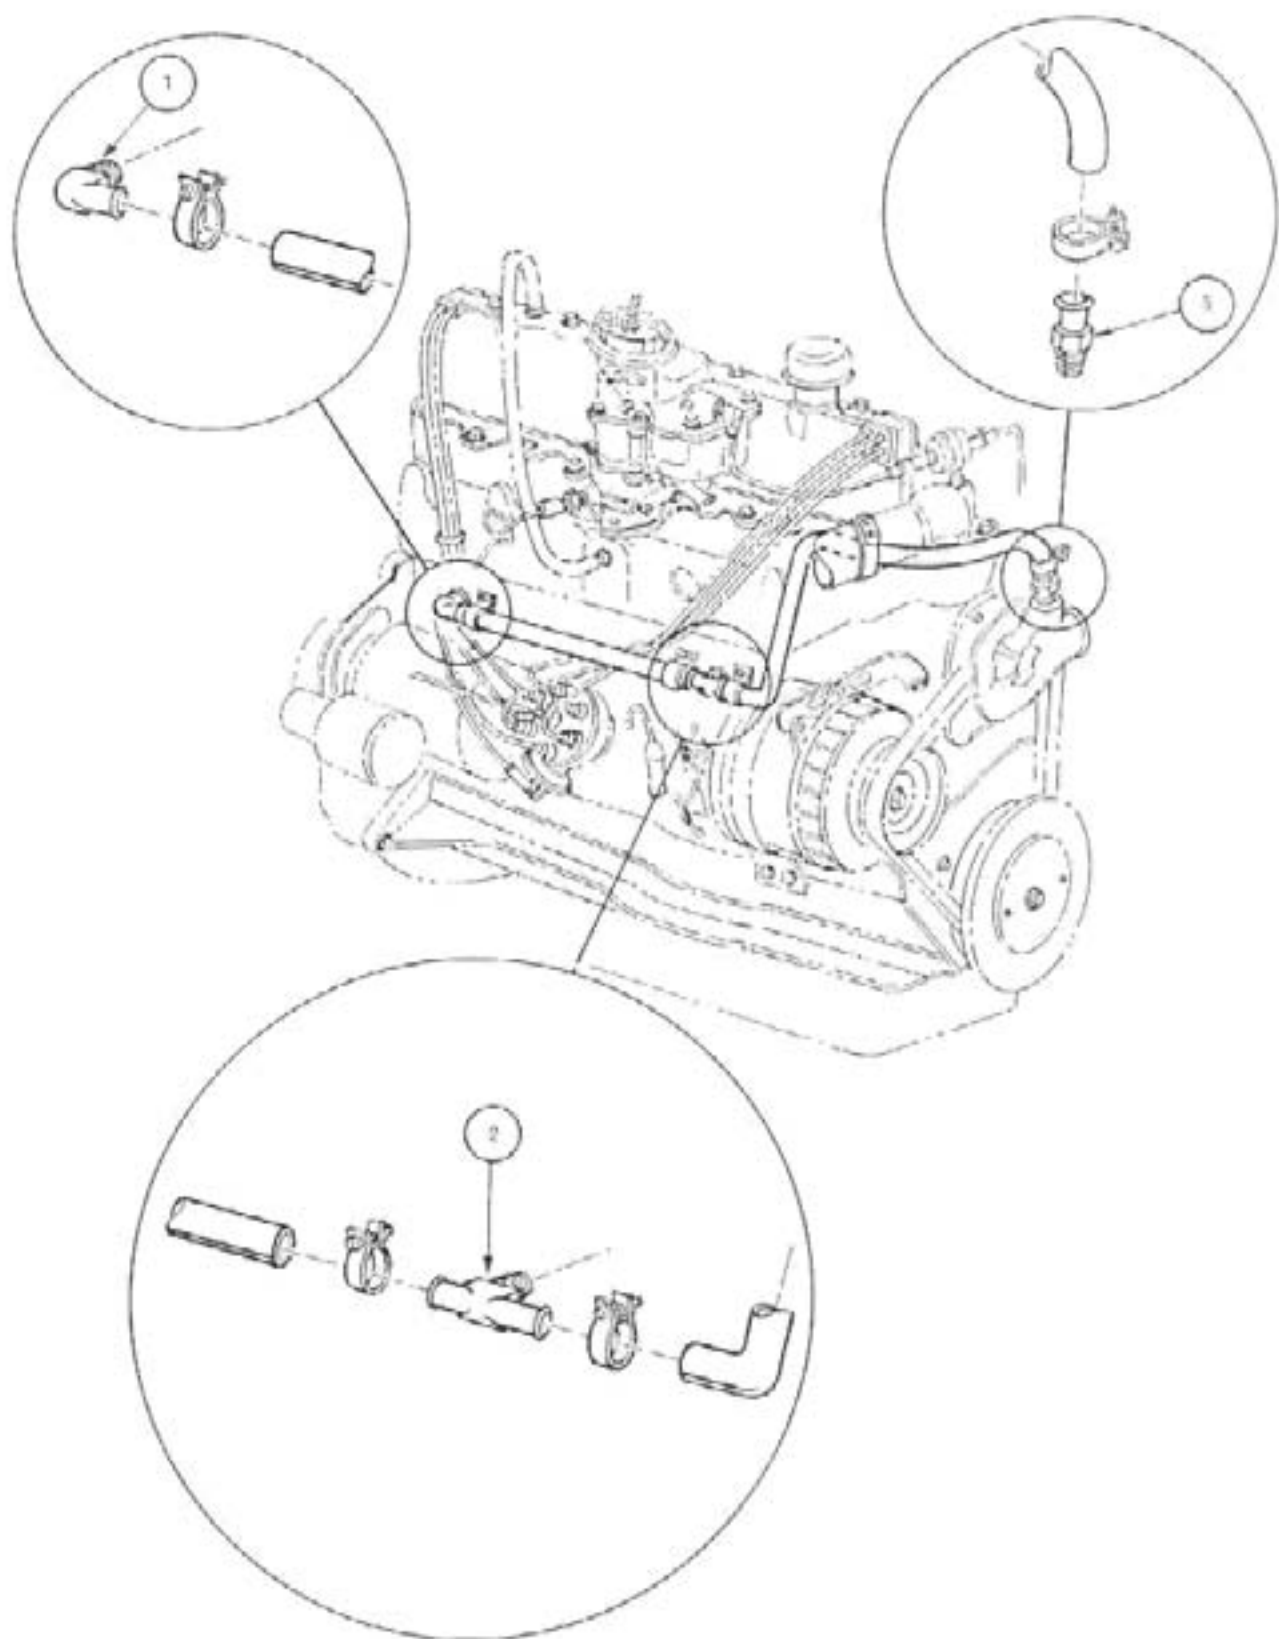

fig. 10 — mangueiras de arrefecimento do bloco
**IMPORTANTE:** Na parte superior da bomba d'água encontra-se instalada uma mangueira que envia água diretamente ao bloco o que proporciona um arrefecimento mais eficiente. A fig. 10 ilustra a tubulação de distribuição da água.
Obs.: Se as conexões 1, 2, 3 (fig. 10) foram removidas do bloco, aplicar vedador resistente à água nas roscas.